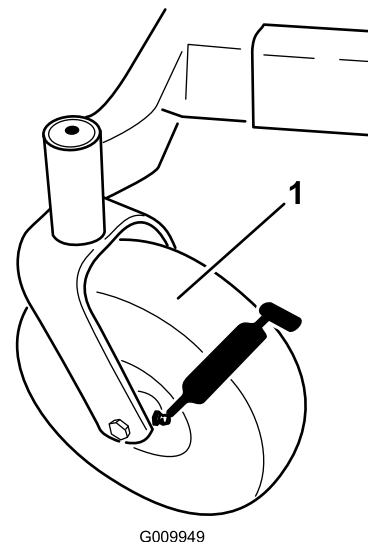

Figura 42
3. Limpie con un trapo los puntos de engrase (Figura 42) y (Figura 40). Asegúrese de rascar cualquier pintura que hubiera sobre los puntos de engrase.
4. Conecte una pistola de engrasar a cada punto de engrase (Figura 40 y Figura 42). Bombee grasa hasta que empiece a rezumar grasa de los cojinetes.